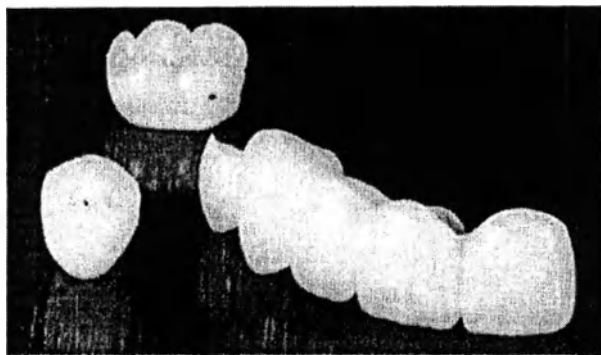

Рис. 16
- 13) Далее производится нанесение керамической массы на каркас и обжиг изделия в печи. При необходимости каркас полируется (Рис. 16).